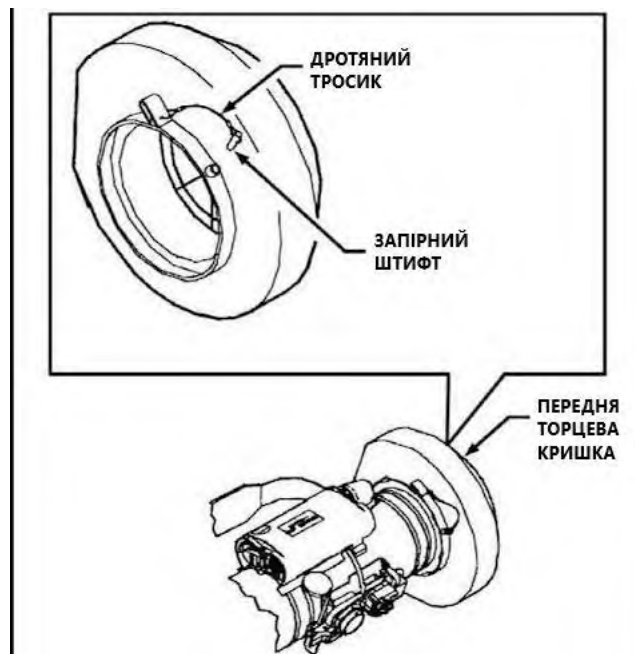

Рисунок 6.53 – Запірний штифт передньої торцевої кришки
- 5) повторно встановити стопорний штифт в отвір передньої торцевої кришки (рисунок 6.53).